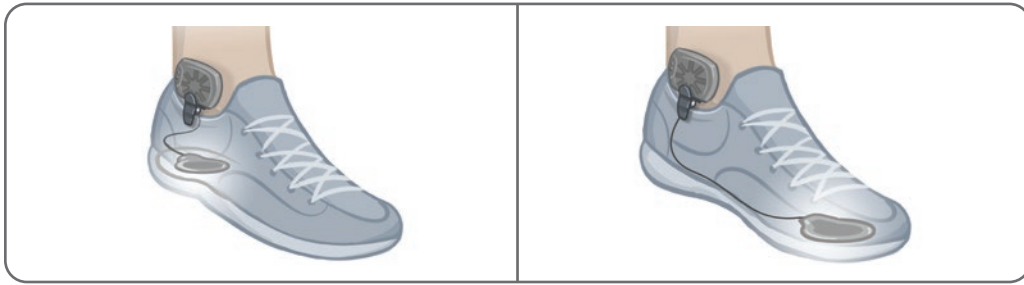

Figura 8-14: Posizione finale del sensore piede attaccato alla scarpa.
5. Agganciare il trasmettitore del sensore piede al bordo interno della scarpa. Il logo a stella sul trasmettitore deve essere rivolto in direzione opposta alla caviglia (Figura 8-14).
6. Coprire il sensore di pressione con la soletta. Riporre il filo in eccesso sotto la soletta (Figura 8-14).